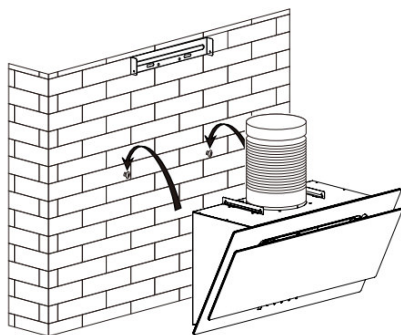

Рис.4
6. Повесьте вытяжку на стену, отрегулируйте её положение и зафиксируйте двумя страховочными винтами ST 4x30. См.Рис.4